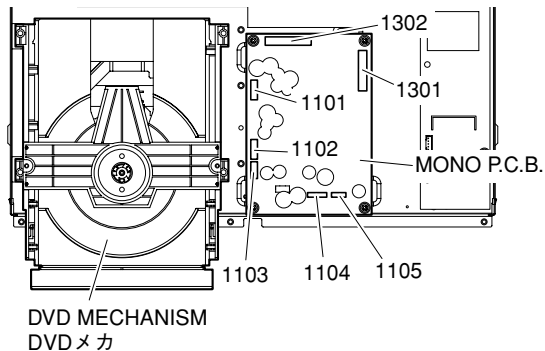

Fig. 4
- a. Remove connectors 1101, 1102 and 1103. (Fig. 4)
- a. コネクター1101、1102、1103を外します。(Fig. 4)
- a. Remove connectors 1104, 1105, 1301 and 1302. (Fig. 4)
- a. コネクター1104、1105、1301、1302を外します。(Fig. 4)